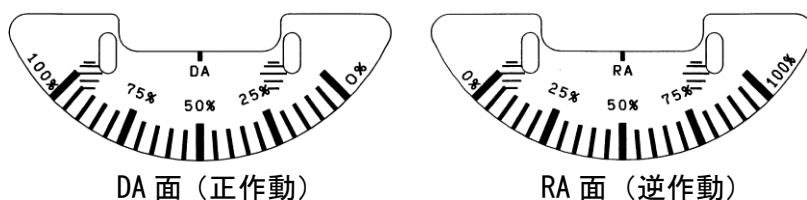

図 47
- ① 目盛板の位置合せの際に、指針と目盛板の間に指を挟まぬよう、充分お気を付け下さい。
- ② 目盛板で指を切らぬよう、お気をつけください。
- (1) ポジショナのゼロ・スパン調整実施後に、動作方向に合わせて DA 面（正作動）又は RA 面（逆作動）に取付けて下さい（図 47 参照）。